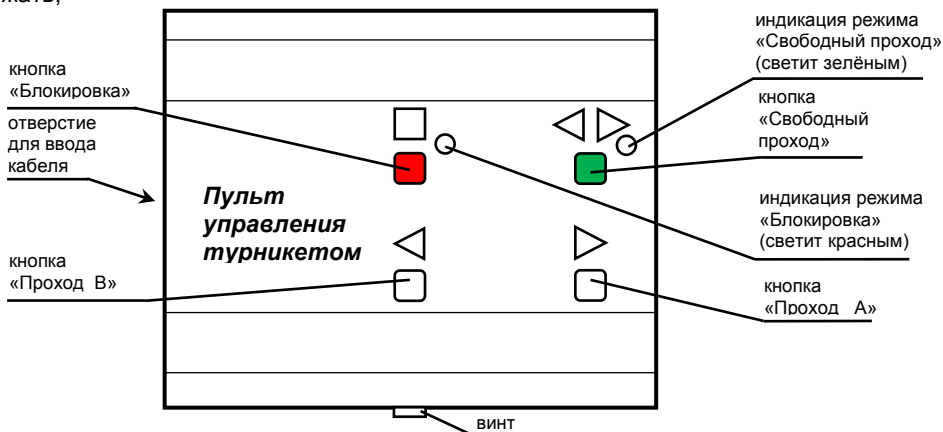
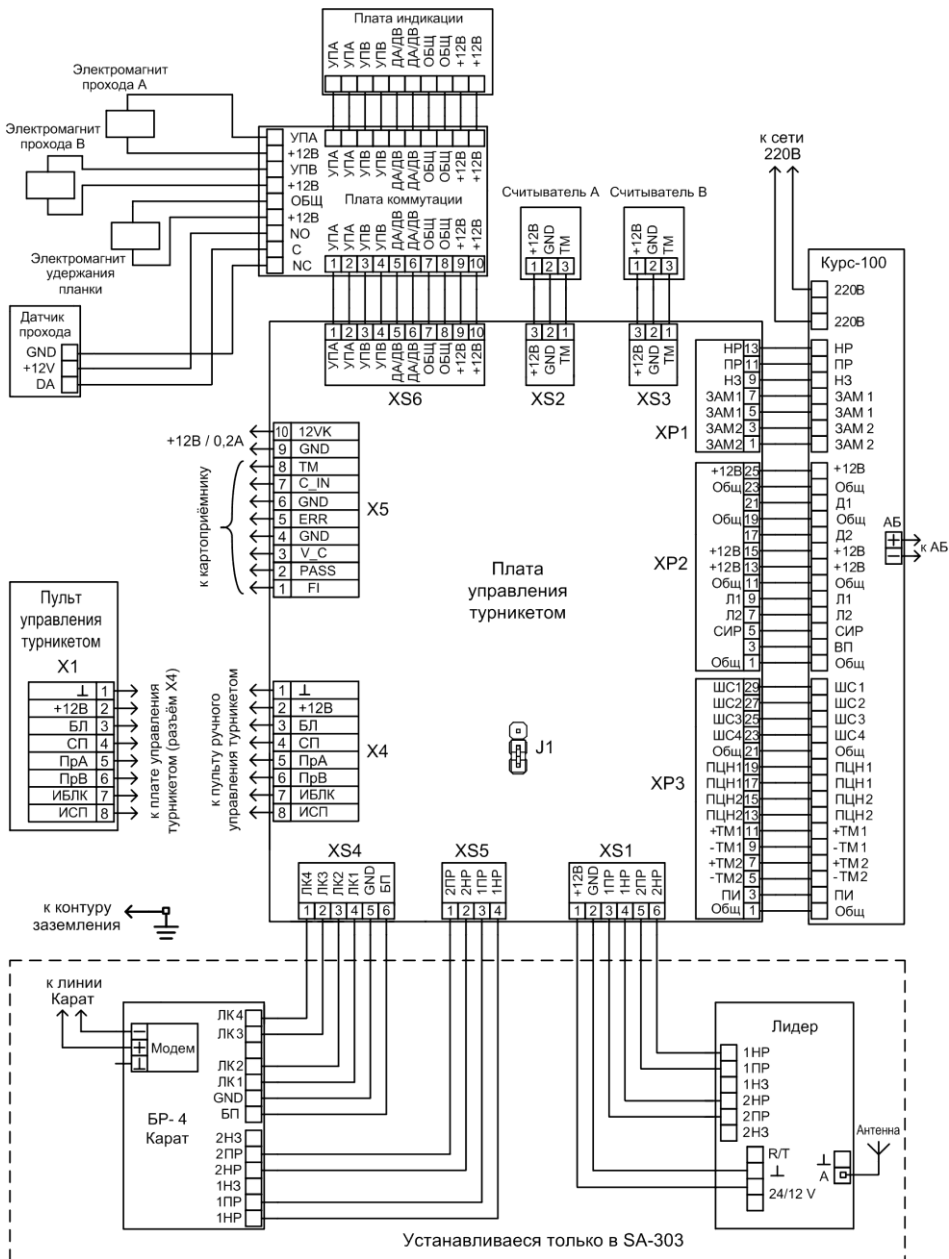

Рис.2 Внешний вид пульта управления
Рис.8 Схема электрическая соединений
Пульт управления турникетом (рис.2) предназначен для ручного дистанционного управления турникетом. Имеет четыре кнопки для включения (отключения) следующих режимов турникета:
Нажатое положение кнопок «◀▶» и «■» индицируется соответствующими светодиодами на пульте управления (рис.2).
- подключите кабель пульта управления к клеммнику Х4 платы управления турникетом и к клеммнику пульта (выкрутите винт – рис.2, снимите крышку, на крышке пульта расположена плата с клеммником, проденьте кабель в отверстие, подключите кабель согласно схеме подключения – рис.8, зафиксируйте кабель хомутом, соберите пульт);
- в режиме «Ожидания» нажмите на кнопку «Проход А» (рис.2). На индикаторе состояния засветится зелёная стрелка – разрешен однократный проход, проверните планки по направлению стрелки. После проворота засветится красный крестик – турникет снова в режиме «Ожидания»;